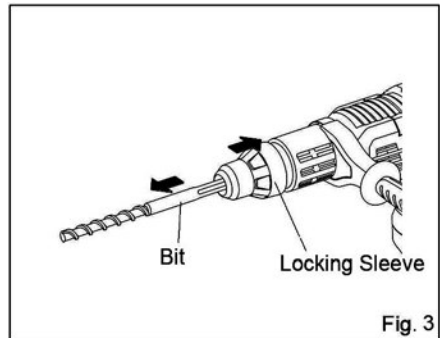

Fig. 3
- 3 TO REMOVE THE DRILL BIT SLIDE THE SLIDE GRIP DOWN AND MEANWHILE PULL THE DRILL BIT UP **Fig3**